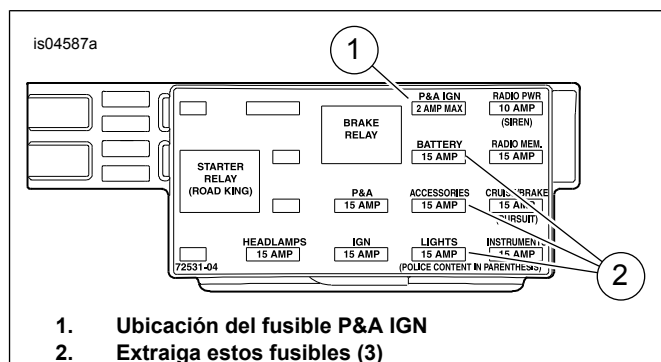

Figura 14. Cavidad del fusible P&A IGN (modelos Touring de 2004 a 2007)
- TODOS los modelos:** Vea Figura 14. Localice la cavidad del fusible marcada como «P&A IGN», «2 A MAX» (1). Debe haber una barra colectora alimentando un lado de este circuito pero no habrá un cable ni un fusible que acoplen. Quite los tres fusibles (2) instalados actualmente en esta fila, tomando nota de su ubicación.